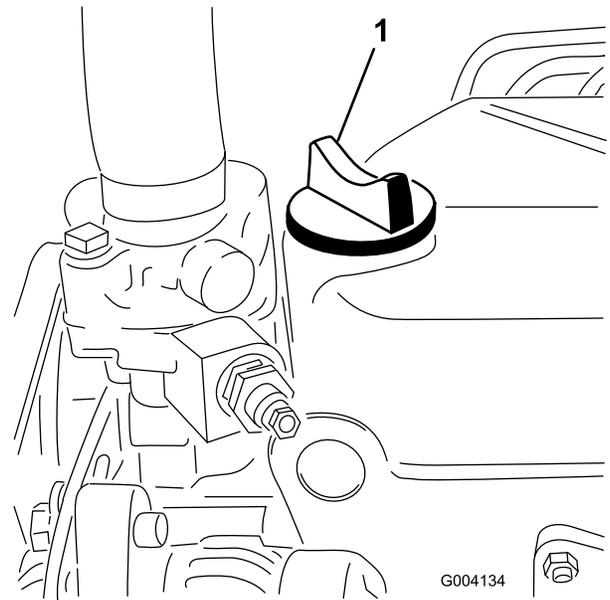

図 22
5. オイルの量がFULLマークよりも下である場合は、補給キャップ（図 22）を取り、Full 位置までオイルを補給する。**入れすぎないこと。**